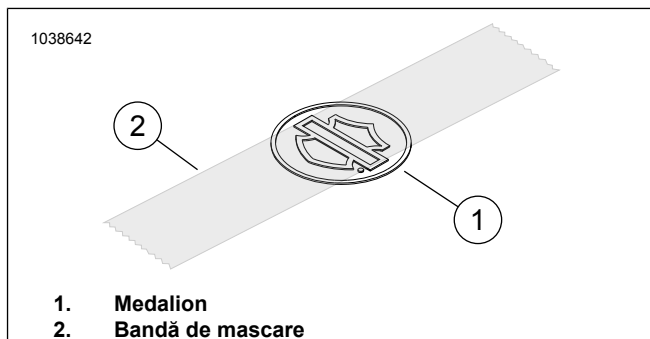

Figura 2. Aplicați bandă pe medalion
2. A se vedea figura 2. Plasați o bucată de trei inci de bandă de mascare (2) centrată pe simbolul bară și scut al medalionului (1).
4. A se vedea figura 2. Montați medalionul pe suport.